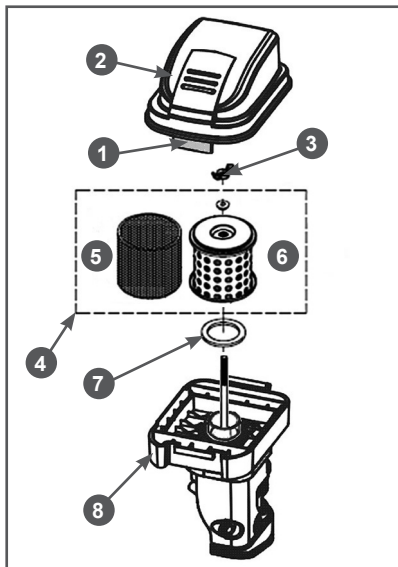

Рис. 21 Обслуживание воздушного фильтра
1. Отогните фиксаторы 1 крышки воздушного фильтра и снимите крышку 2 воздушного фильтра (Рис. 21).
2. Откройте барашковую гайку 3 и снимите воздушный фильтр 4 (Рис. 21).
3. Проверьте целостность и чистоту фильтрующих элементов. Предварительный (поролоновый) фильтрующий элемент 5 установлен на корпусе основного (бумажного) фильтрующего элемента 6 (Рис. 21).
Основной (бумажный) фильтрующий элемент 6 (Рис. 21) не подлежит очистке, необходима его замена. Не продувайте бумажный фильтрующий элемент сжатым воздухом, не промывайте его в бензине и других растворителях.
5. Произведите очистку крышки 2 и корпуса 8 воздушного фильтра (Рис. 21), не допуская попадания пыли и грязи в воздуховод, ведущий к карбюратору.
7. Перед установкой воздушного фильтра убедитесь, что уплотнительное кольцо 7 воздушного фильтра находится на месте и не имеет повреждений (Рис. 21).